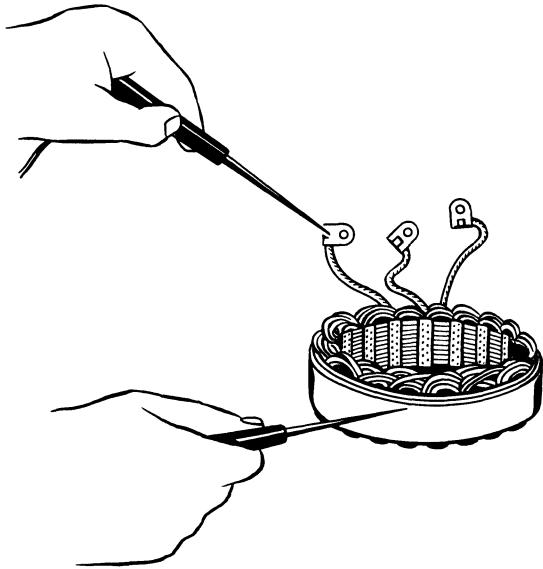

Рис. 196. Проверка на отсутствие замыкания катушек статора на корпус
**Статор.** С помощью прибора 533 или контрольной лампы, включенной в сеть переменного тока (рис. 196), проверить отсутствие замыкания катушек статора на корпус. При проверке контрольной лампой необходимо соединить ее с любым выводом обмотки статора и корпусом. При этом наконечники не должны касаться корпуса. Лампа гореть не должна. Если лампа горит, то это указывает на замыкание обмотки статора на корпус. В этом случае необходимо устранить повреждение или заменить статор.